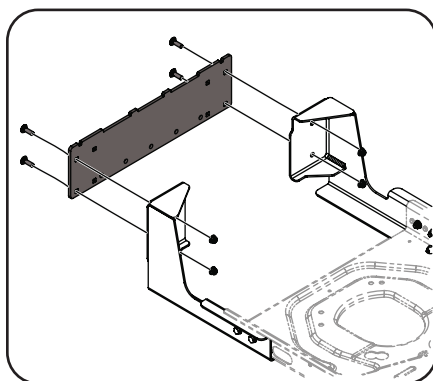

Figure 4-3
2. Installez la plaque de montage (783-06168) avec quatre boulons (710-0276) et quatre écrous (712-04063) de l'ensemble de quincaillerie (689-00567). Voir Figure 4-3.
3. Installez le support vertical sur l'ensemble de montage de l'appareil en l'accrochant sur le support de montage transversal, entre les deux pattes. Voir Figure 4-3.